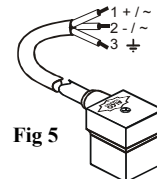

Fig 5
- Stecker mit Kabel (Fig. 5) auf die Spule aufstecken und Schraube mit 0,1 Nm anziehen.
**Anschluss mit Anschlusskabel (Fig. 5)**